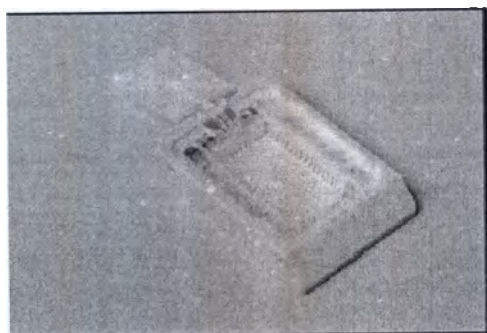

Рисунок 6B
5. Надавите на заднюю часть вставки в кассету для фиксирования рамки. Кассетная вставка должна быть расположена под верхними вкладками и над нижними вкладками на всех четырех углах (рис. 6B).